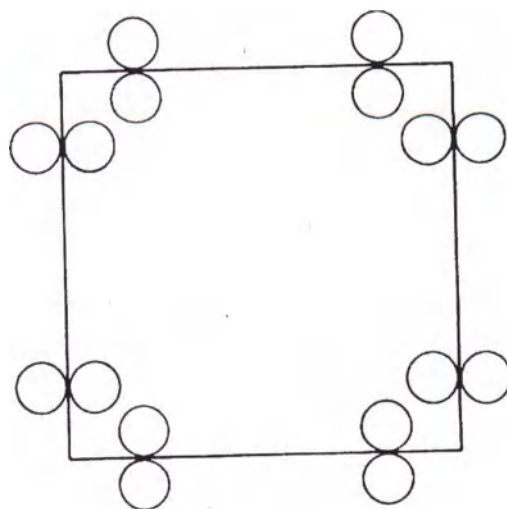

Рисунок 2.6 - Калибрование-выравнивание светового поля
- положите 16 монет (или шайб) на кассету, см рисунок 2.6 ниже;